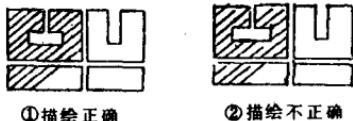

图8 街区晕线的描绘
轮廓线，一般是0.1毫米线粗(较大街区可略加粗)，描绘时位置准确，线粗一致，转弯处棱角分明，不能出现交叉或断开现象(如图8—②)。画好街区轮廓的关键是正确的画出